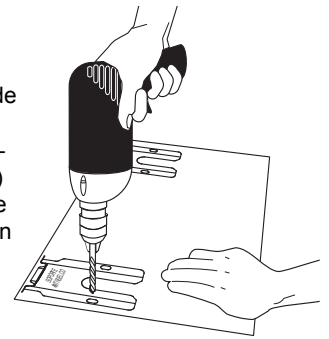

Fig. 6
b. **Taladre los agujeros y fije el soporte** - Taladre un agujero piloto de 1/8" donde se instalarán los tornillos (Fig. 6). Si el soporte se instala en la pared, realice un orificio de guía en un ángulo aproximado de 20° hacia abajo. Si el soporte se instala en piso de mampostería o cerámica, debe realizar un orificio guía con el taladro de 3/16" y 1-3/4" (4,45 cm) de profundidad. Los tornillos que se suministran pueden usarse en madera o concreto. Para fijar el soporte, utilice un destornillador de tuercas de 5/16" o un destornillador para tornillos de cabeza plana.